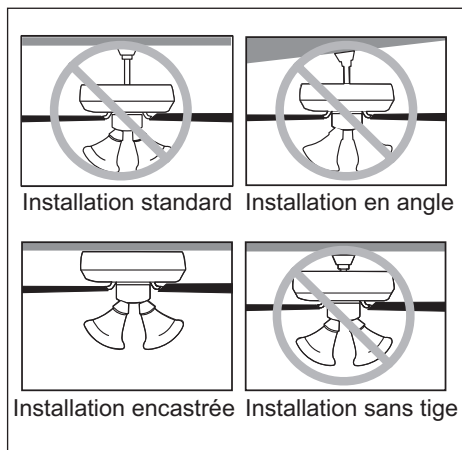

Figure 1.2
2. Ce ventilateur est conçu pour une installation encastrée. Les installations standard, en angle et sans tige ne sont pas offertes pour cet article (Figure 1.2).